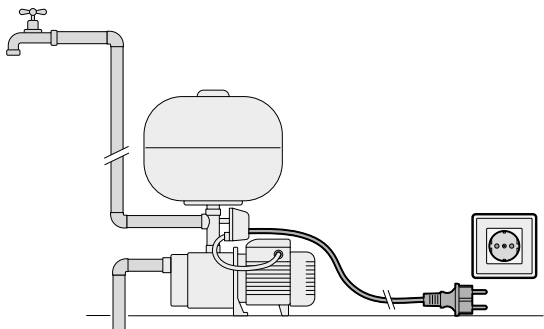

Fig. 3
- Insérer la fiche du câble d'alimentation de l'électropompe dans le dispositif EP (**Fig.3**).